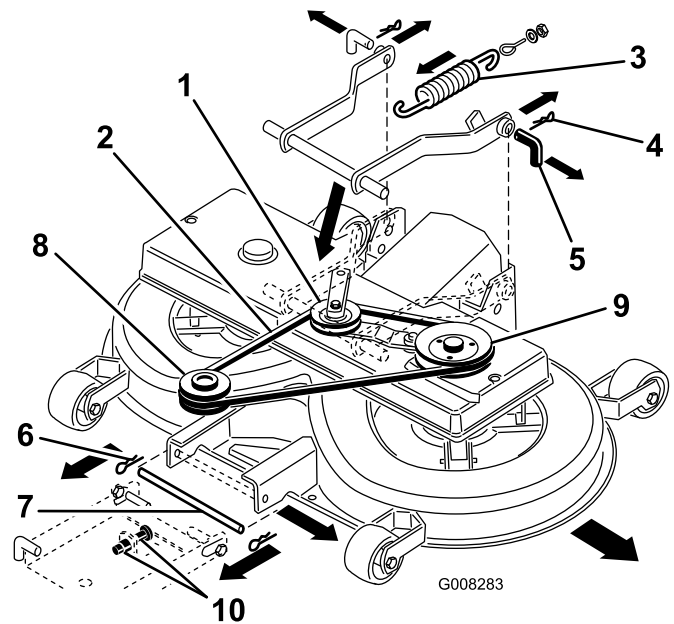

Bild 39
8. Ziehen Sie den Spannarm nach innen. Nehmen Sie den Keilriemen von der Scheibe ab (Bild 39).
9. Nehmen Sie die Feder vom Schalthebel ab (Bild 39).
11. Entfernen Sie die zwei Splintclips von den zwei hinteren Stiften und nehmen Sie die Stifte ab (Bild 39).
12. Entfernen Sie den Splintclip vom vorderen Stift und nehmen Sie den Stift ab (Bild 39).
13. Entfernen Sie den Keilriemen von der Motorscheibe (Bild 39).
(M12) an der vorderen Aufhängung ein (Bild 39).